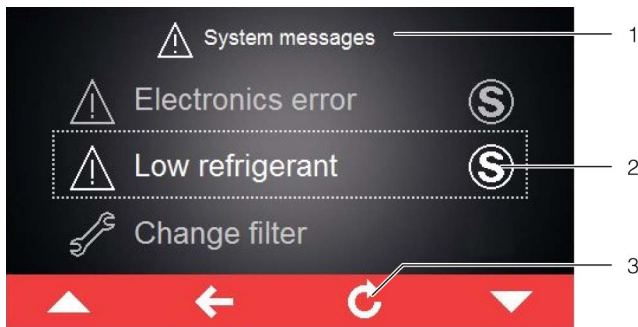

Fig. 49: Schermata con messaggi di malfunzionamento/guasto
scompare automaticamente, al suo fianco e nella barra comandi, accanto al simbolo dei messaggi di sistema, viene visualizzata l'icona «Service» (fig. 49, pos. 2).